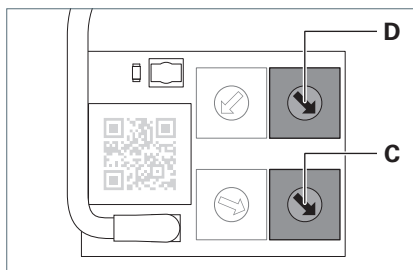

Fig. 7: Due encoder rotativi per l'assegnazione a gruppi.
- Per assegnare l'apparecchio d'illuminazione a un solo gruppo, impostare i due encoder rotativi **C** e **D** sullo stesso indirizzo di gruppo, vedere Fig. 7.